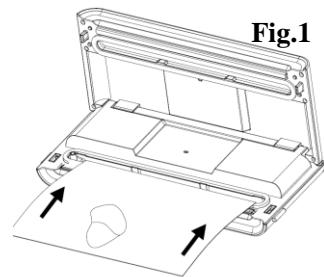

Fig.1
3. Sett den åpne enden av posen inn i vakuumkammerområdet. Kontroller at luftinntaket ikke tildekkes av posen. – Fig. 1.